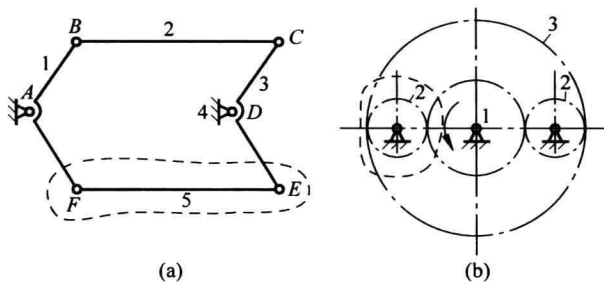

图 1.11 题 1.1.14 图
(3) 两构件间有重复传动关系,如图 1.11 所示,构件 1、3 间作用相同的传动。